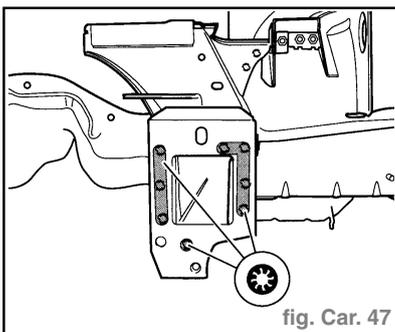

fig. Car. 47
- Souder la tôle de fermeture par bouchonnage sous gaz de protection (fig. Car. 47).